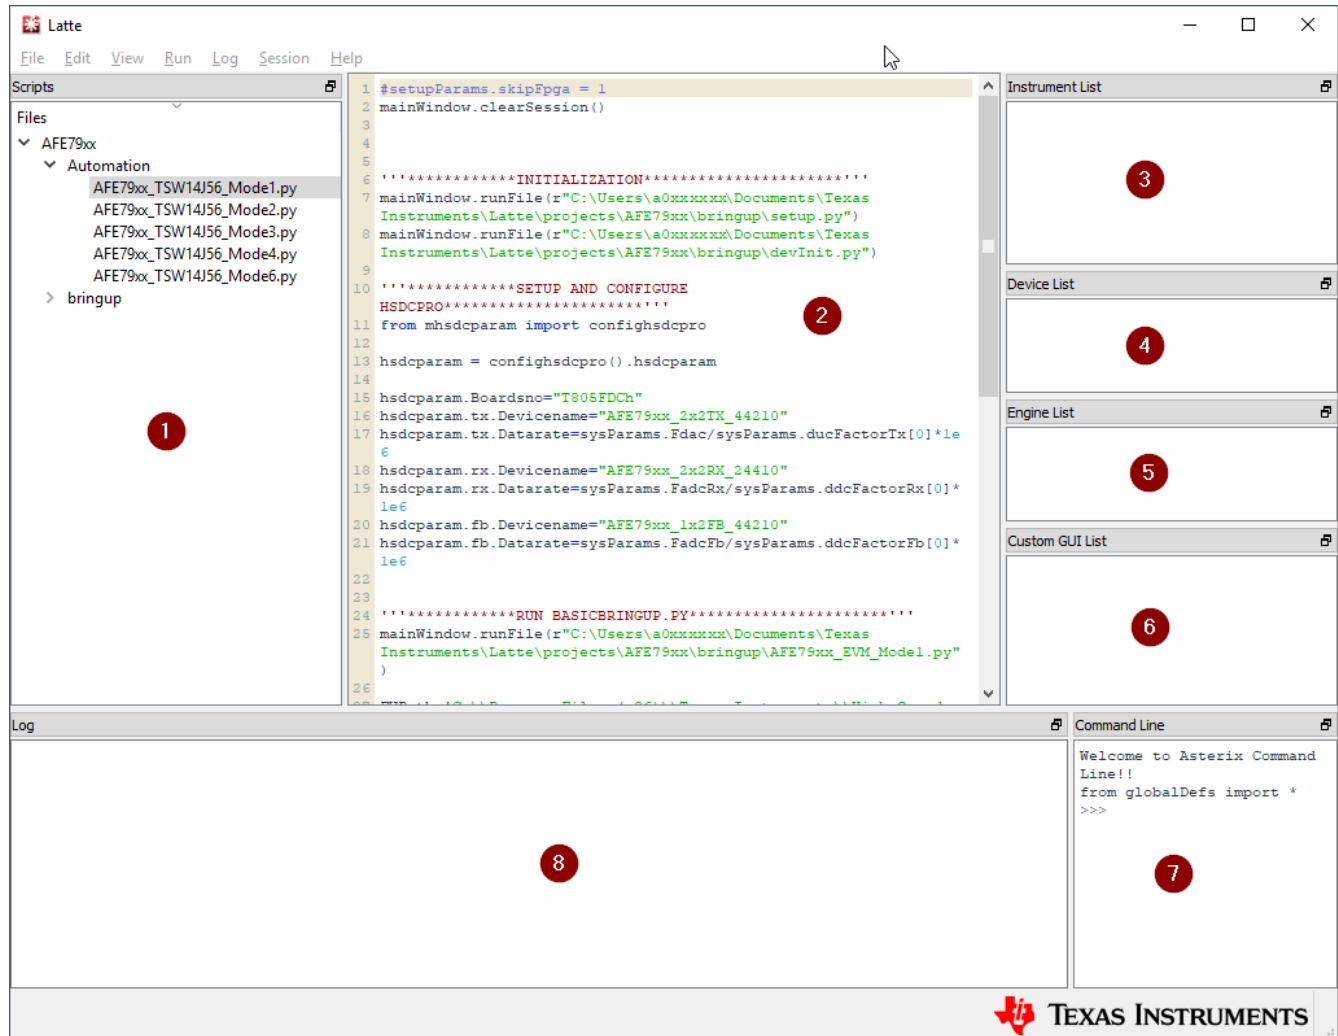

图 3-1. Latte GUI 概述
1. 从桌面快捷方式或者从 “All Programs” > “Texas Instruments” 启动 Latte GUI。图 3-1 显示了 Latte GUI 的外观。
Latte UI 分为八个窗口 (在图 3-1 中标记为 1 到 8)，具有以下功能：